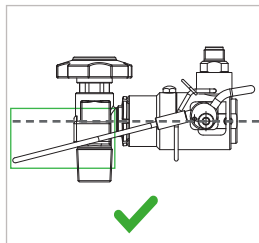

Figure 9
- ▶ Relevez l'arceau de commande (n° 6) vers le haut. L'arceau doit pouvoir être manipulé facilement vers le haut sans forcer. Le câble d'acier doit se trouver dans sa position finale sous le plan horizontal par rapport au connecteur (Figure 9).